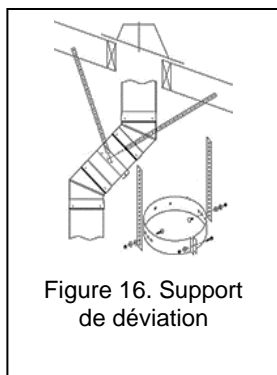

Figure 16. Support de déviation
Lorsqu'une déviation est requise pour une installation verticale (Figure 16), il est important de supporter l'évent afin d'éviter un surplus de stress sur les coudes. Le support de déviation (OS) peut également être utilisé pour supporter une course horizontale d'évent.
2. Installez le collet du support sur la longueur (L). Serrez le boulon de blocage du collet suffisamment pour tenir le collet en place.
3. Fixez les feuillets du support de déviation à la structure avec deux vis #8 x 1 1/2" (ou des vis plus longues) sur chaque feuillet et faites glisser le collier à l'endroit approprié. Voir Figure 16.